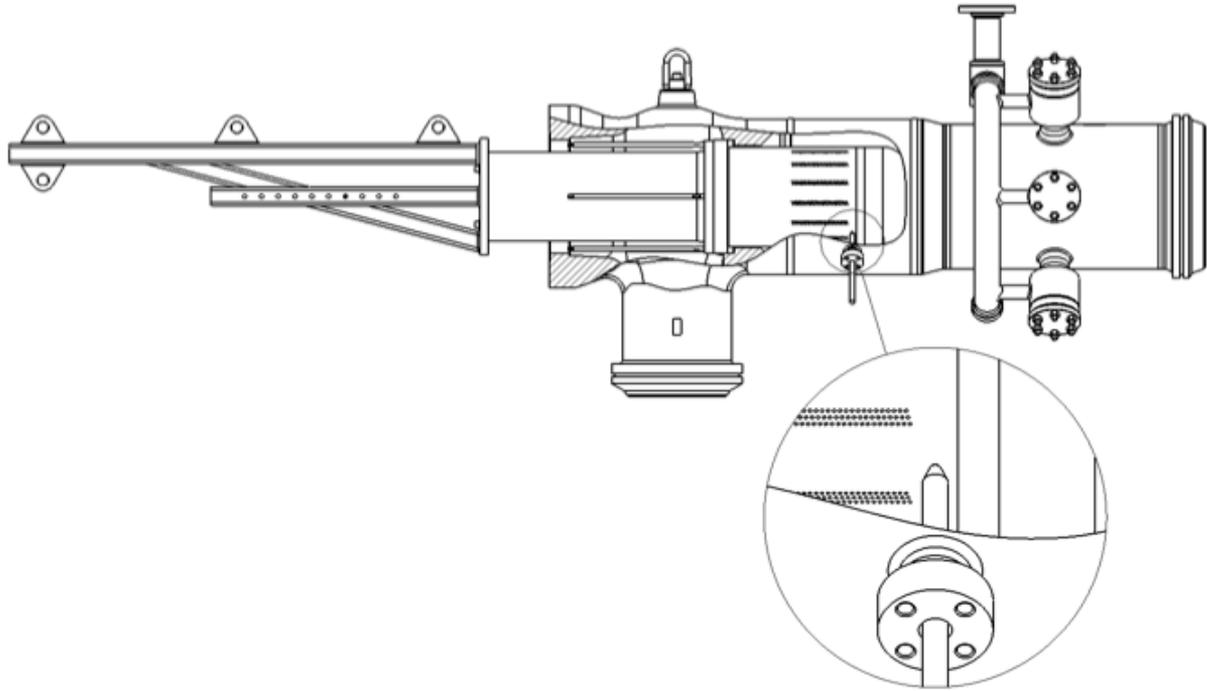

Figura 7 - Extracción del anillo de asiento/difusor del anillo de asiento
2. Enrosque las varillas de soporte del difusor en los puntos de la cubierta hasta que se haga contacto. Aplique 1 vuelta completa después del contacto para apoyar el difusor (consulte la figura 7).